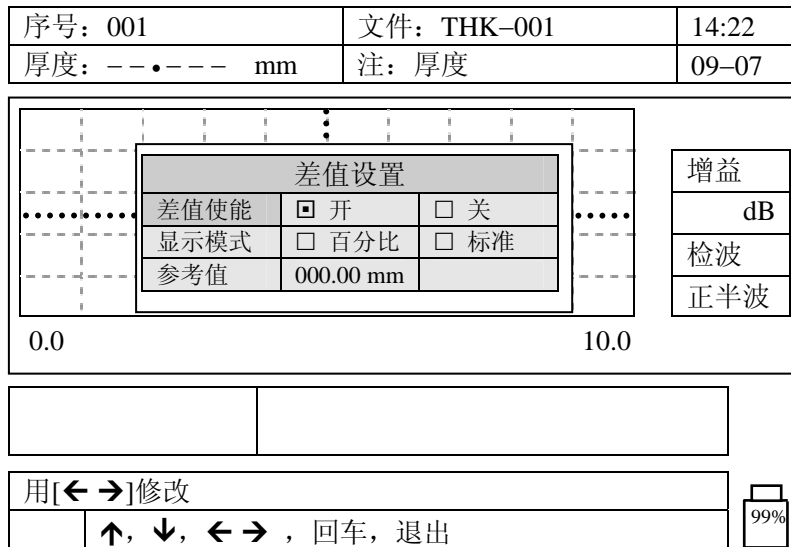

图 6.3
a) 在测量模式下按 2^{NDF} + 9^{DIFF} 可以浏览、设置和改变所选差值方式。显示如图 6.3: